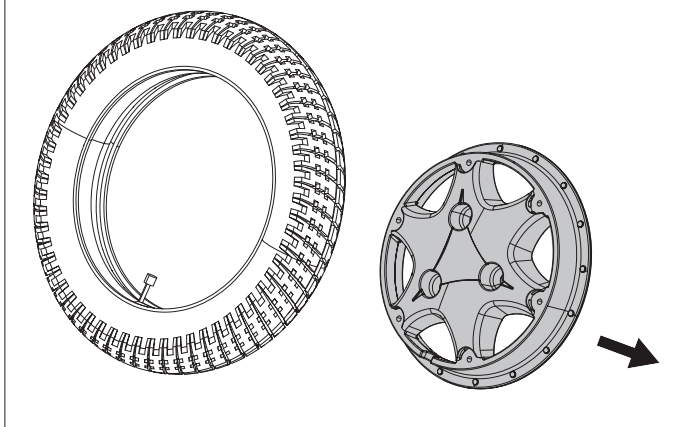

Fig. 8.8
- Estrarre con attenzione la camera d'aria dello pneumatico, (Fig. 8.8).